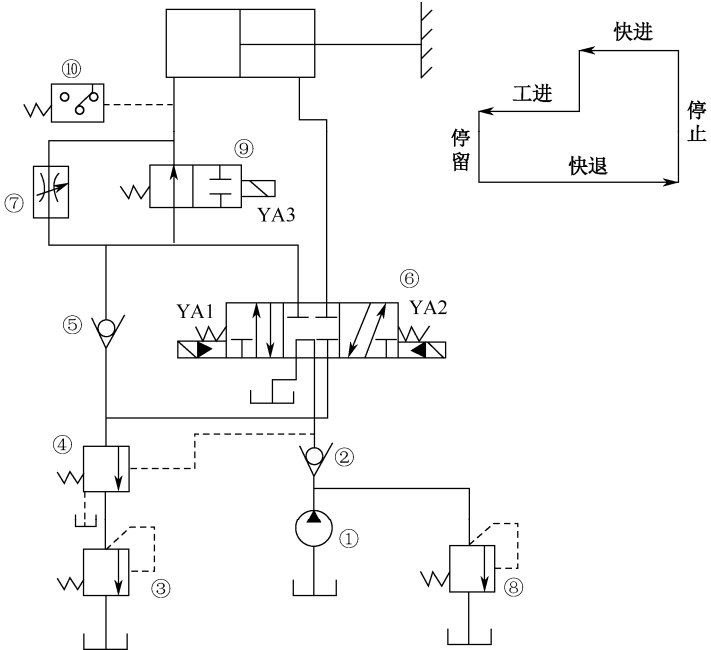

图 3-1-7
1. 如图 3-1-7 所示的液压系统能实现“快进→工进→停留→快退→停止”的工作循环，试分析计算：